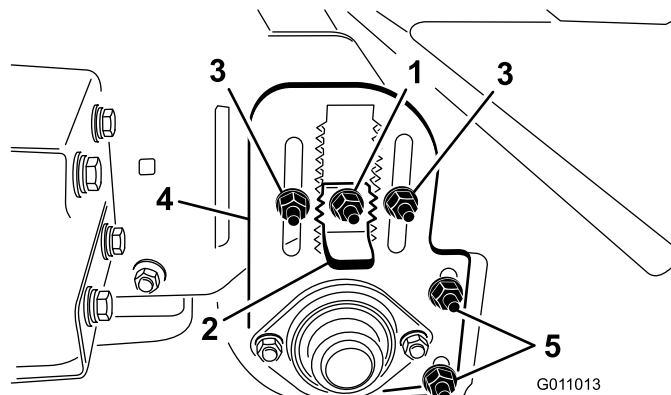

Bild 20
3. Lösen Sie die Sicherungsmutter am Höheneinstellschlüssel (Bild 20), sodass sie ungefähr 13 mm herausgezogen werden kann.
4. Lockern Sie die Sicherungsmutter für das Einstellen der Rollenhöhe (Bild 20).
5. Ziehen Sie den Höheneinstellschlüssel heraus und bewegen Sie die Heckrolle nach oben oder unten, indem Sie die Höheneinstellplatte auf die gewünschte Höhe schieben (Bild 20).
Der Rollenabstreifer (Bild 20) sollte so eingestellt werden, dass ein Abstand von 2 mm zwischen dem Abstreifer und der Rolle besteht. Lösen Sie die Einstellmutter für den Rollenabstreifer, positionieren Sie die Rolle nach Wunsch und ziehen die Mutter fest.